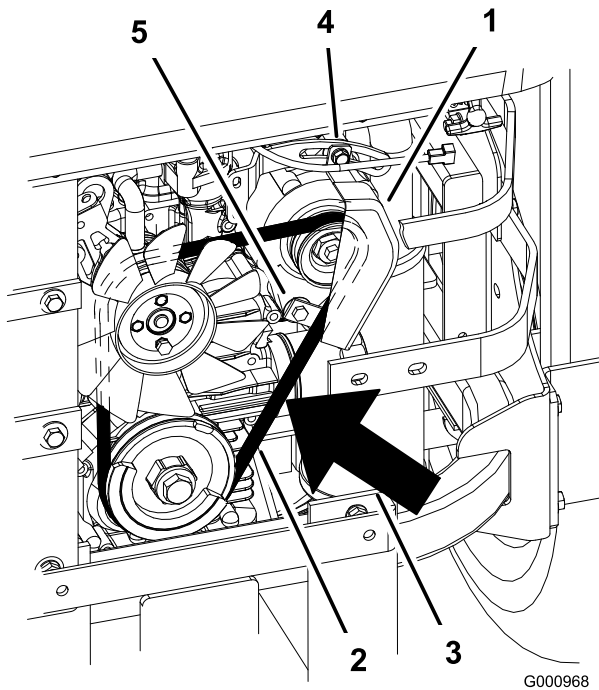

Bild 75
2. Stellen Sie die Lichtmaschine nach außen ein, sodass der Riemen zwischen den Motor- und Lichtmaschinenspannscheiben beim Aufbringen einer Kraft von 10 kg 7 mm bis 9 mm durchbiegt (Bild 75).
5. Wenn die Spannung richtig ist, ziehen Sie die untere und obere Schraube fest (Bild 75).